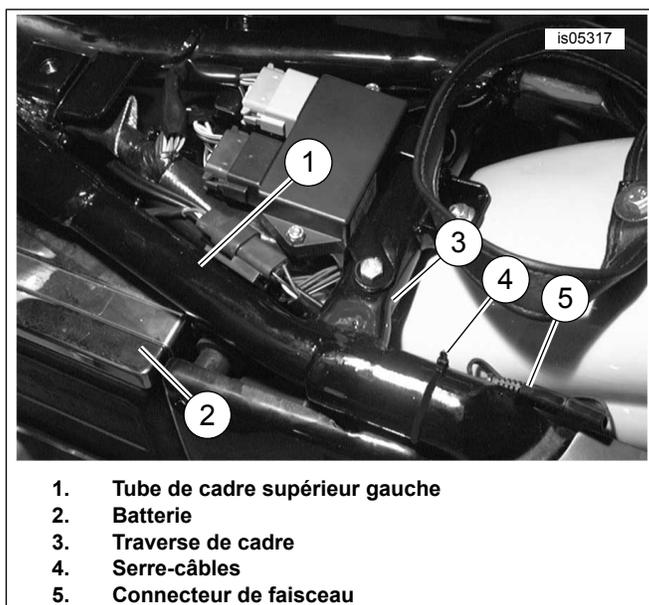

Figure 3. Acheminement du faisceau de batterie XL (Sportster) (modèles de 2003 et plus anciens)
1. Voir Figure 3. Acheminer le connecteur de faisceau (5) vers l'arrière de la moto en suivant le tube de cadre supérieur gauche (1). Rentrer correctement le fusible en ligne dans l'espace sur le côté de la batterie (2).
2. Continuer d'acheminer le connecteur de faisceau sous la traverse de cadre (3) et le ramener entre le rail de cadre de gauche et le garde-boue. Attacher le connecteur à l'intérieur du tube de cadre arrière gauche à l'aide d'un serre-câbles (4). Couper toute longueur excessive du serre-câbles.